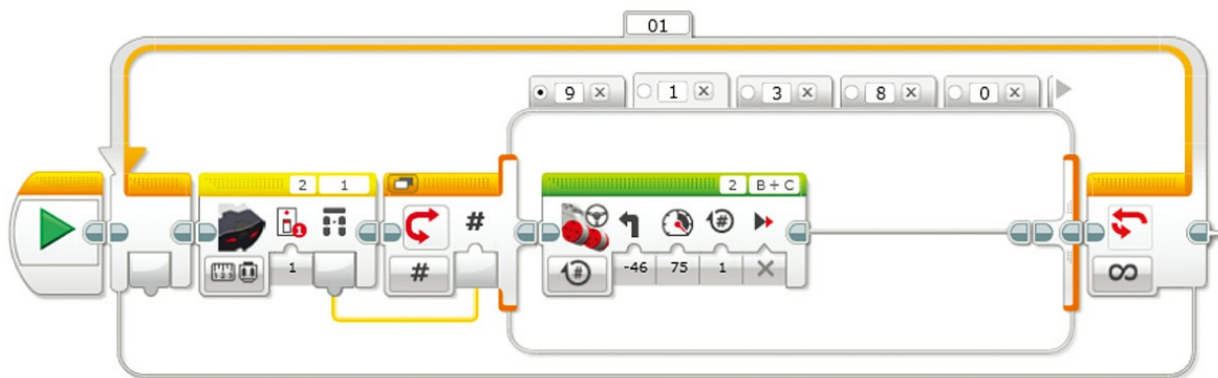

图11.35 远程红外信标遥控程序现在看起来更简单了
**17.** 选中整个切换模块（不包括开始模块），并且将其调整为无限循环模式。最终的程序应该看起来与图11.35类似。